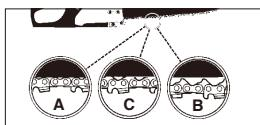

Fig. 6
AVERTISMENT: Dacă lanțul este PREA SLĂBIT sau PREA STRÂNS va apărea uzura prematură a pinionului, barei, lanțului și rulmenților arborelui cotit. Studiați Fig. 6 pentru informații legate de tensiunea corectă la rece (A), la cald (B) și pentru informații privind alte ajustări (C).